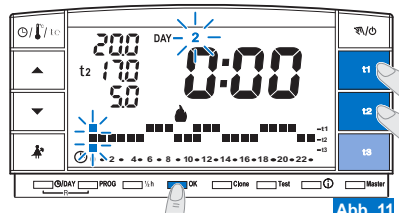

Abb. 11
- Nachdem die Temperaturprogrammierung für den **Montag** abgeschlossen wurde, kann für den Fall eines vorliegenden Fehlers die Programmierung wiederholt werden (*es können die Tasten ▲ ▼ verwendet werden, um auf dem schnellsten Weg auf die neu zu programmierende Uhrzeit auf der Wärmeskala zu gelangen: die entsprechende Uhrzeit wird auf Display angezeigt*) oder die **OK**-Taste drücken, um das eingestellte Programm zu bestätigen. Durch die Bestätigung (**OK**) wird das eingegebene Programm (Montag) gespeichert und auf der Anzeige blinken der Tag Dienstag (2) und die drei Digits **0:00**, für die Uhrzeit beziehen. Darüber wird die Temperaturskala des vorhergehenden Tages wiedergegeben (Abb. 11).
- Wenn Sie dieselbe Temperaturskala von Montag wünschen, betätigen Sie die Taste **OK** (Bsp. Abb.11): für **Dienstag** wird dieselbe Temperaturskala eingespeichert und Tag **3 Mittwoch** blinkt auf sowie die zwei Digits **0:00** bezüglich der Uhrzeit.